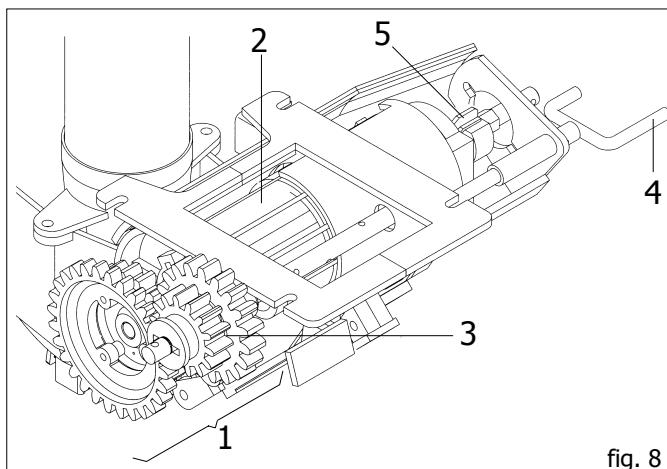
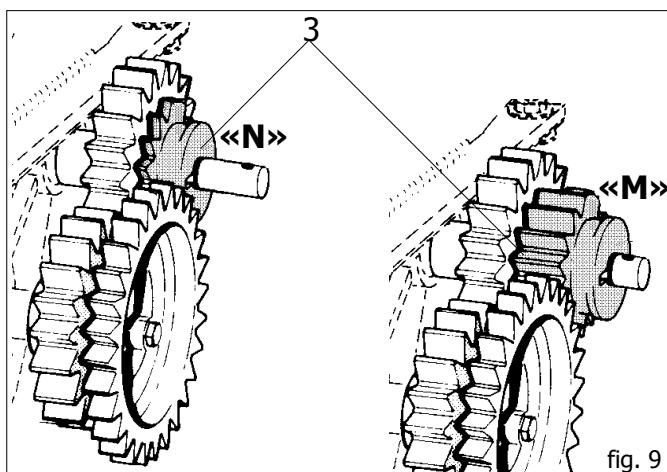

fig. 8
fig. 9
Le doseur (cf. fig. 8), l'organe principal pour le fonctionnement de l'élément semeur, est placé sous le réservoir des semences. Il reçoit le mouvement de la roue de transmission par le biais d'engrenages (avec rapport proportionnel à la largeur du travail) et par des chaînes.
Le doseur est composé d'une boîte à vitesses (cf. 1 fig. 8) qui permet deux rapports de transmission au rouleau de distribution (2) en variant la position de la roue dentée rouge (3 Fig. 9). En position «N», le rapport est de 1:1 donné par le couple de roues dentées Z19; si l'on déplace la roue (3) en «M», le rouleau distributeur réduira de la moitié le nombre de ses tours puisque la transmission est composée par la roue motrice rouge Z14 et par la roue conduite Z28. Au cours d'un essai de dosage, ainsi que cela a été décrit au chapitre 3.2.3, on remarquera que la quantité de produit distribué sera réduite de la moitié vis à vis d'un essai ayant un rapport 1:1 (cf. tableau page 60-61).
Le ressort de blocage (cf. E fig. 8) permet de modifier l'ouverture de la vanne et, en même temps, le débit du rouleau doseur.